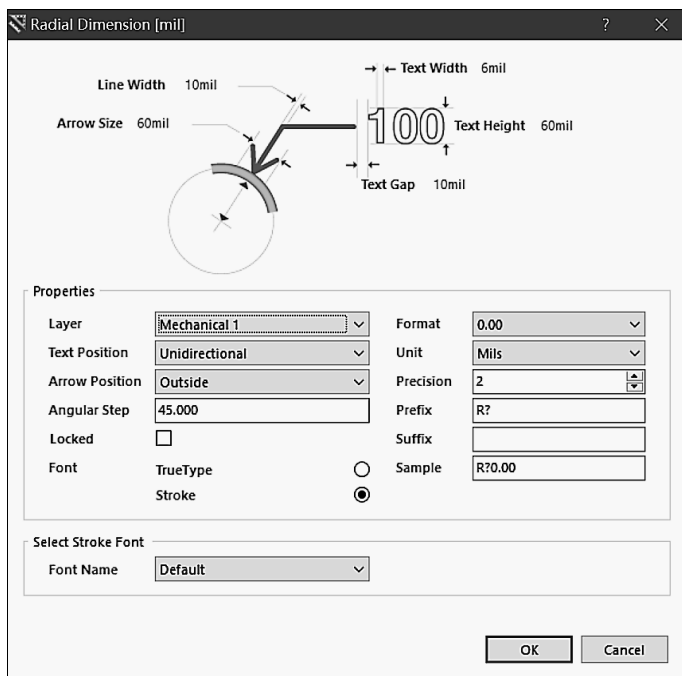

图 8-1-12 Radial Dimension 对话框
(1) 单击 Utilities 工具栏中的尺寸工具按钮，在弹出的工具栏中单击半径尺寸标注按钮，或执行菜单命令 Place→Dimension→Radial。
(2) 按【Tab】键，打开如图 8-1-12 所示的 Radial Dimension 对话框。该对话框各参数设置与 Linear Dimension 对话框中的对应各项相同，此处不再赘述。
(3) 单击需要标注的圆弧或圆。
(4) 移动鼠标指针，调整半径标注中的箭头所在位置，单击确定半径标注中的箭头位置和方向。